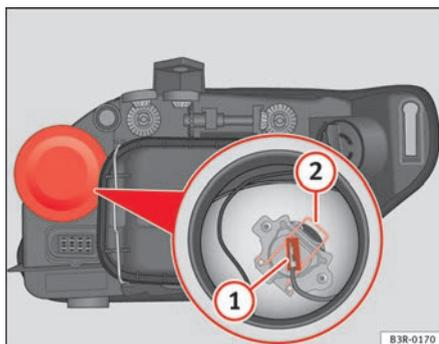

Fig. 203 Feux de route
- Retirez le connecteur ⇒ fig. 203 **1** de l'ampoule.
- Appuyez sur le ressort ⇒ fig. 203 **2** vers l'intérieur et vers la droite.